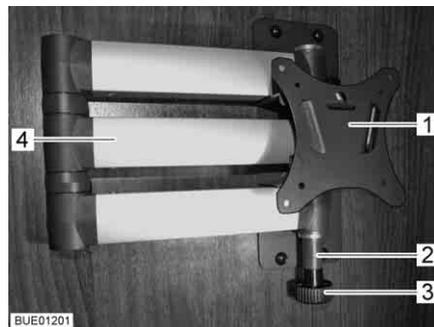

Bild 55 Halterung mit Gelenkarm
- Entriegelungsknopf (Bild 55,3) ziehen. Der Gelenkarm (Bild 55,4) ist entriegelt.
- Flachbildschirm in die Ausgangslage zurückschwenken, bis die Halterung (Bild 55,1) in die Verriegelung (Bild 55,2) einrastet.